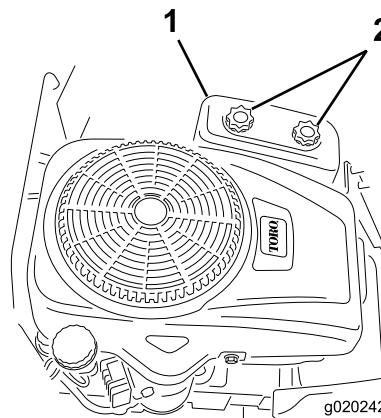

Figura 38
4. Scoateți capacul filtrului de aer prin deurubarea celor 2 butoane (Figura 38).
- Montați capacul filtrului de aer și strângeți cele 2 butoane (Figura 38).